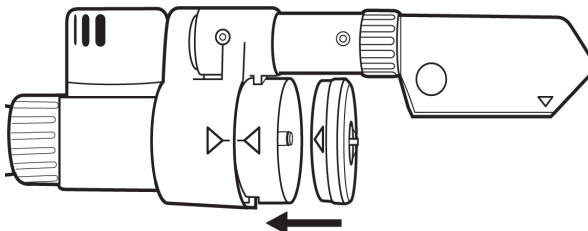

Abb. 2-20 DLCO barriette™ aufstecken
- Stecken Sie die *DLCO barriette™* wie in Abb. 2-20 gezeigt auf das Einwegventil (Pfeil auf Pfeil) und achten Sie darauf, dass sie rundum anliegt.